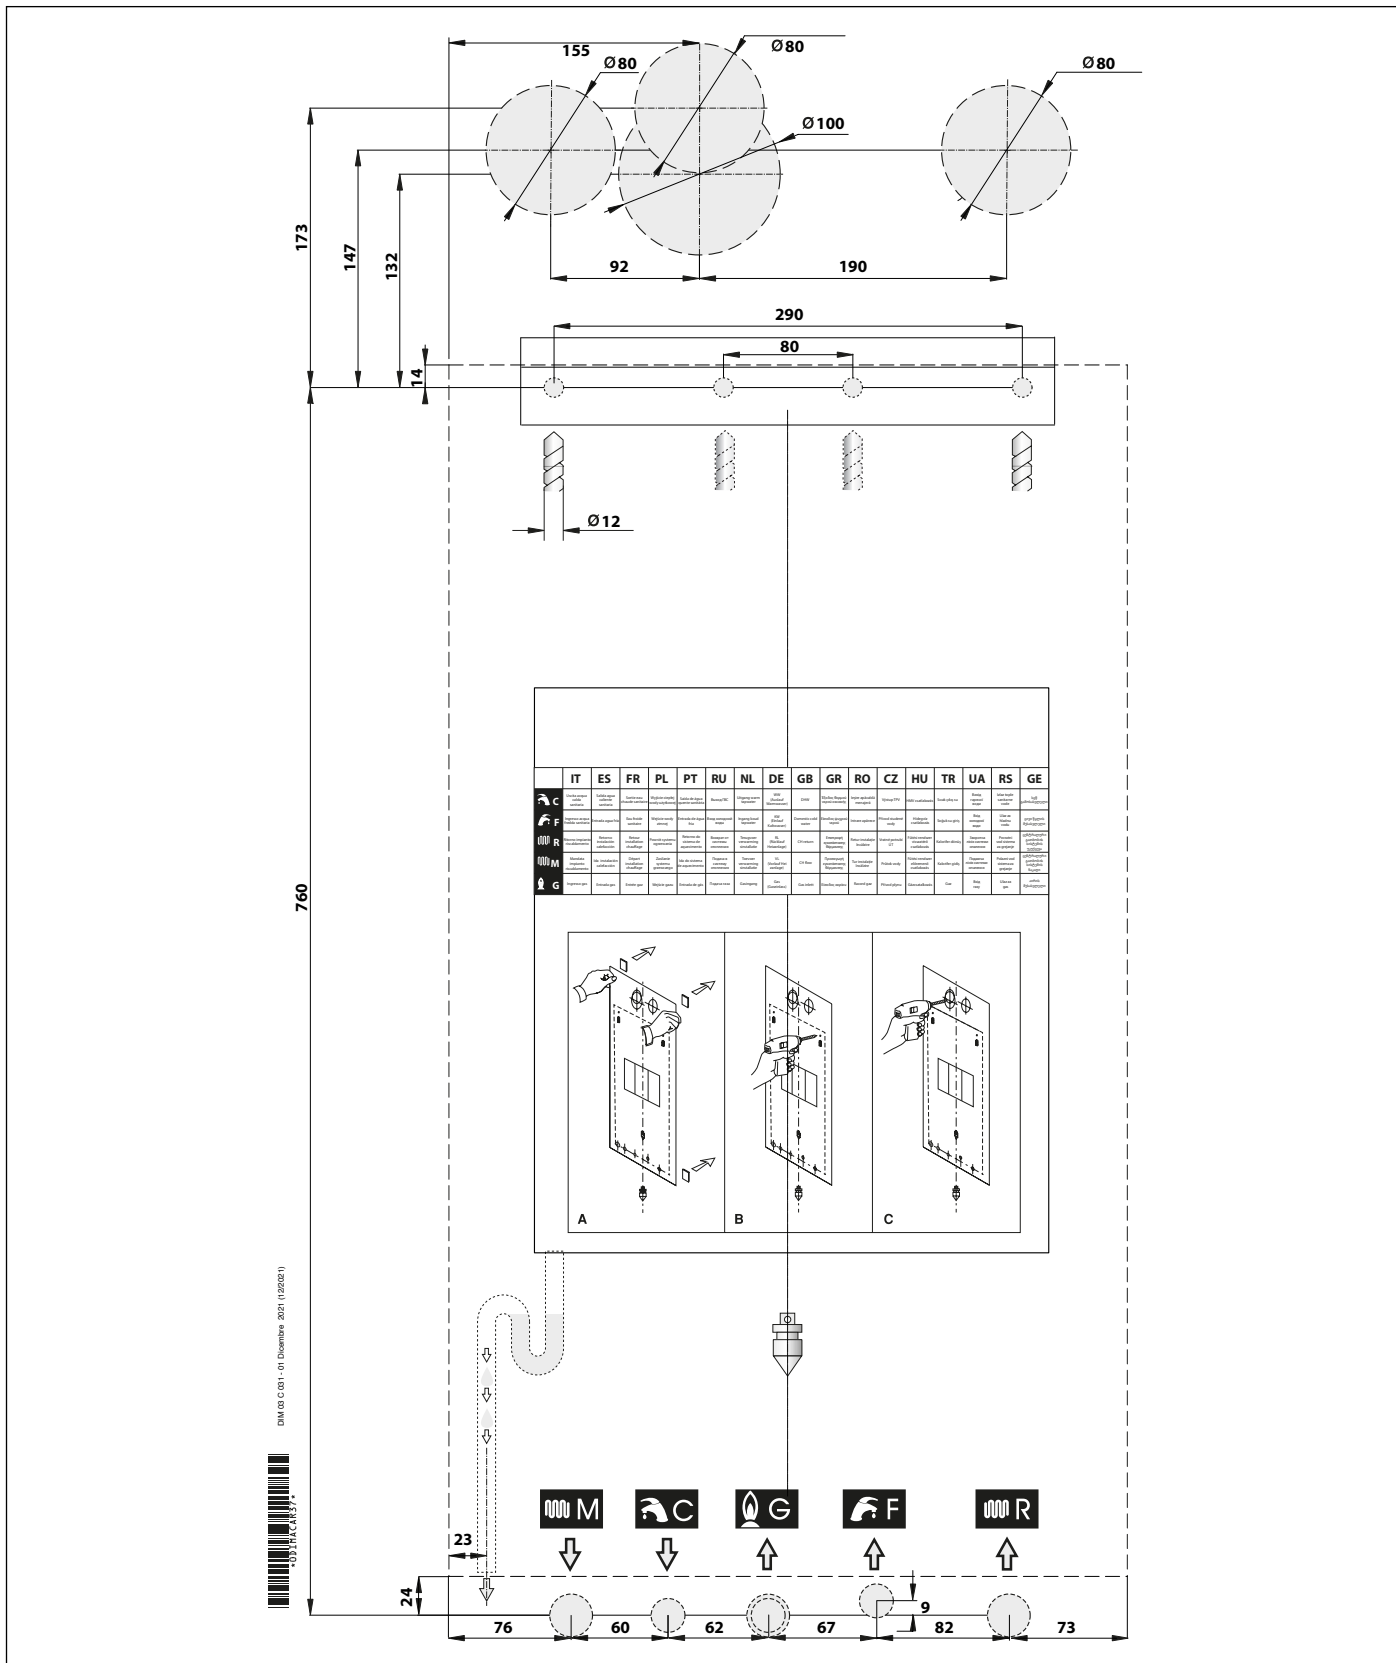

Рис. 9 Паперовий шаблон.
- » монтажний паперовий шаблон для настінного котла (див. Рис. 9 Паперовий шаблон.);
Кожний котел забезпечений спеціальним паперовим шаблоном, що знаходиться в упаковці (див. Рис. 9 Паперовий шаблон.). Кожен котел забезпечений спеціальним паперовим шаблоном, що знаходиться в упаковці (рис. 8), який дозволяє підготувати труби для підключення до системи опалення, до лінії води санітарного призначення, до газової магістралі і труби подачі повітря та відводу димових газів в момент їх розведення, тобто до початку установки котла на вибране місце.